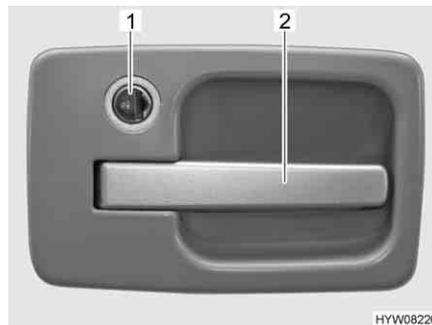

Fig. 25 Serratura della porta di ingresso, lato esterno
- Inserire la chiave nel cilindro della serratura (Fig. 25,1) e ruotarla sul simbolo "🔓". La serratura della porta è sbloccata.
- Tirare la maniglia della porta (Fig. 25,2). La porta è aperta.
- Inserire la chiave nel cilindro della serratura (Fig. 25,1) e ruotarla sul simbolo "🔒". La serratura della porta è bloccata.